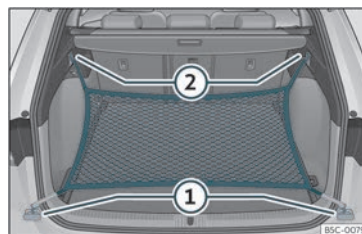

Fig. 126 Al maleter: argolles (1) i ganxos (2) per enganxar la bossa de xarxa.
- Fixeu els ganxos curts de la xarxa a les anelles d'amarratge»» **fig. 126** ① »» **△**. La cremallera de la bossa ha de quedar cap amunt.
- Fixeu les cintes als ganxos per penjar bosses ②.